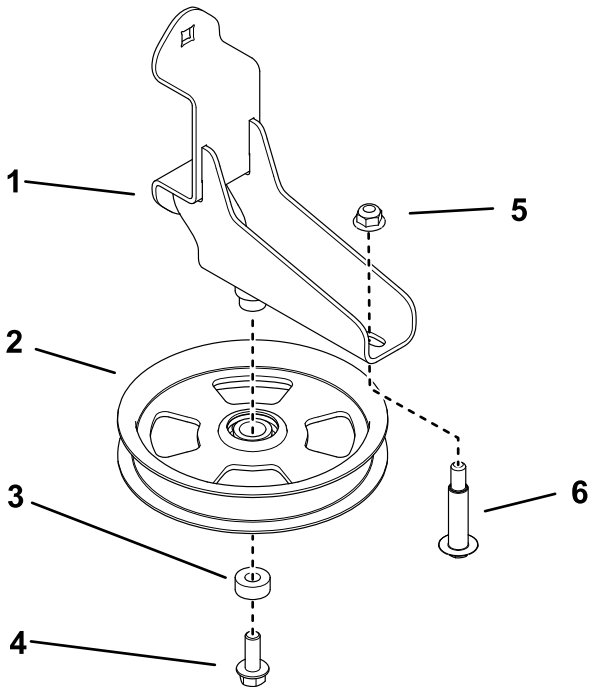

Figure 5
- Fixez la poulie de tension sur la patte de montage à l'aide du boulon à tête hexagonale à embase et de l'entretoise (Figure 5). Serrez le boulon à un couple de 37 à 45 N·m (27 à 33 pi-lb).
- Fixez le boulon à épaulement sur la patte de montage avec un écrou (Figure 5). Serrez le boulon à un couple de 37 à 45 N·m (27 à 33 pi-lb).